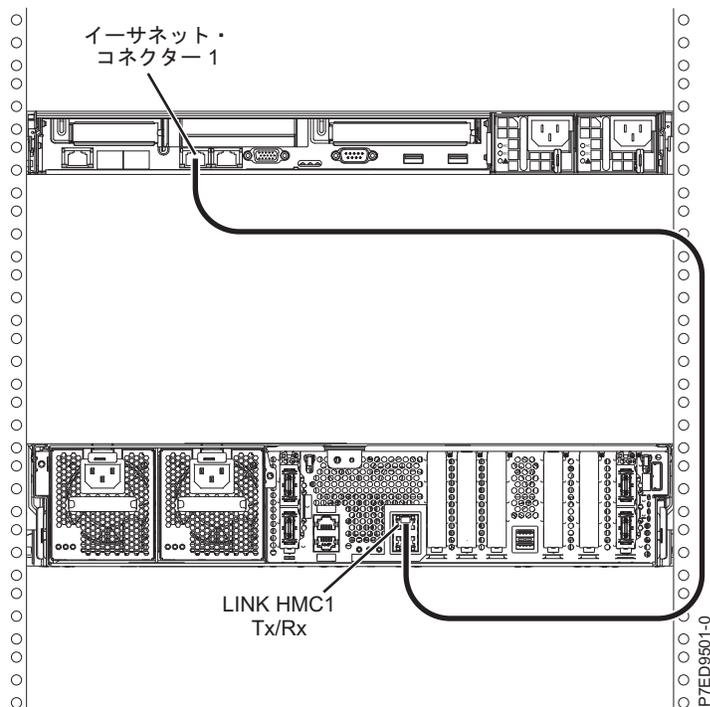

図 19. HMC の管理対象システムへの接続
1. 図 19 に示すように、HMC を管理対象システムに直接接続する場合は、HMC のイーサネット・コネクタ 1 を管理対象システムの HMC1 ポートに接続します。